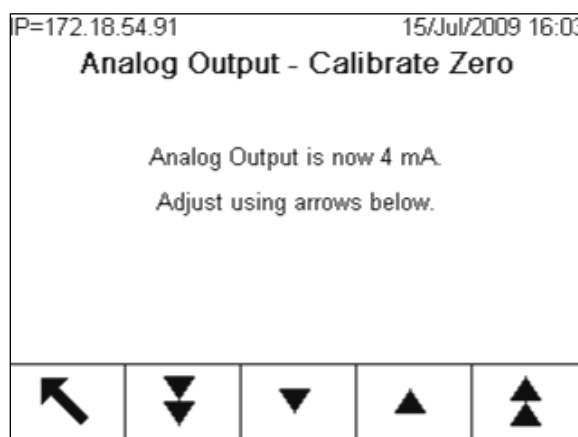

Figure 3-137 : Sortie analogique - Écran d'étalonnage du zéro
- Sur l'écran **Sortie analogique - Étalonnage du zéro** (Figure 3-137), utilisez les touches programmables pour régler le signal de sortie analogique afin qu'il soit exactement égal à zéro sur le périphérique attaché. Les touches programmables disponibles sont décrites sur le Tableau 3-11.